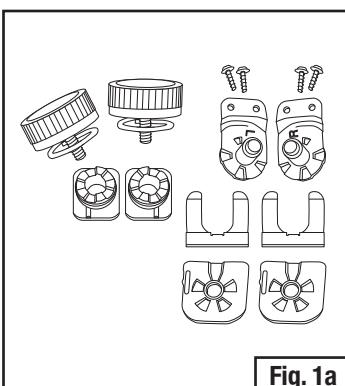

Fig. 1a
- A Fig. 1a mostra o botão para solda e Kit de parafusos M-146SG. Da esquerda para a direita, de cima para baixo: botão com mola, suporte de girar, suporte do visor, grampo de mola metálico, placa traseira (Fig. 1a).